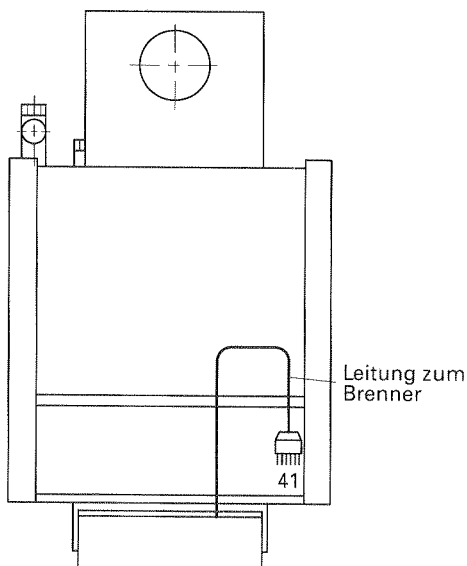

Abb. 9
15. Bei Heizkessel ohne motorisch gesteuerte Abgasklappe, ohne Abgasüberwachungseinrichtung und ohne Steckadapter Flüssiggas, Leitungen mit Steckverbinder nach Abb. 9 verlegen.